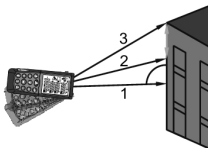

Fig. 11: Misura Indiretta a 3 punti – Modo 2
3. Posizionare lo strumento nel punto più basso (1) della misura (vedere Fig. 11) e premere il tasto  o il tasto laterale **MEAS**. Il risultato è mostrato nel primo display parziale. Il simbolo “” è mostrato a display con lato “2” lampeggiante
4. Posizionare lo strumento nel modo più orizzontale possibile (2) della misura (vedere Fig. 11) e premere il tasto  o il tasto laterale **MEAS** per eseguire la misura. Il risultato è mostrato nel secondo display parziale. Il simbolo “” è mostrato a display con lato “3” lampeggiante
5. Posizionare lo strumento nel punto più alto (3) della misura (vedere Fig. 11) e premere il tasto  o il tasto laterale **MEAS** per eseguire la misura. Il risultato è mostrato nel secondo display parziale
6. Il valore finale del risultato ottenuto dalla combinazione delle precedenti misure (vedere linea tratteggiata della Fig. 11) è mostrato nel display risultante